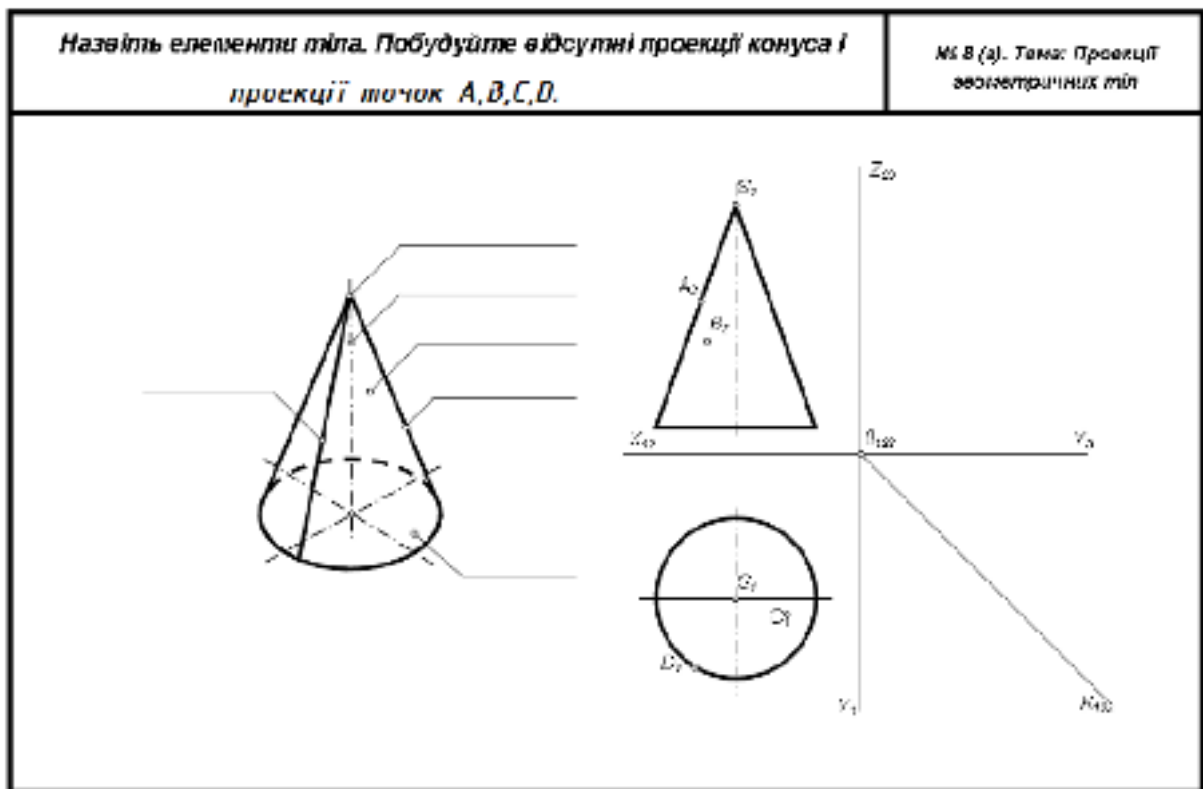

Рис. 14 – завдання № 5 г.
- У завданні № 5 г (рис. 14) – треба побудувати профільну проєкцію прямого кругового конуса. Вісь конуса перпендикулярна до горизонтальної площини проєкцій (Π_1).